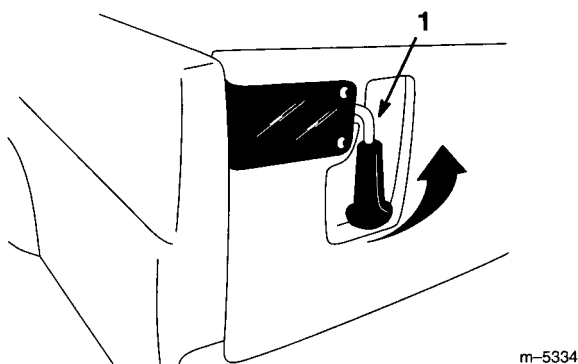

図 22
1. テールゲートを開くには、ラッチを外側に押す(図22)。ラッチを上へ引くと、スプリングの働きでラッチは内側に飛び出してくるので、注意しながらテールゲートを降ろす。